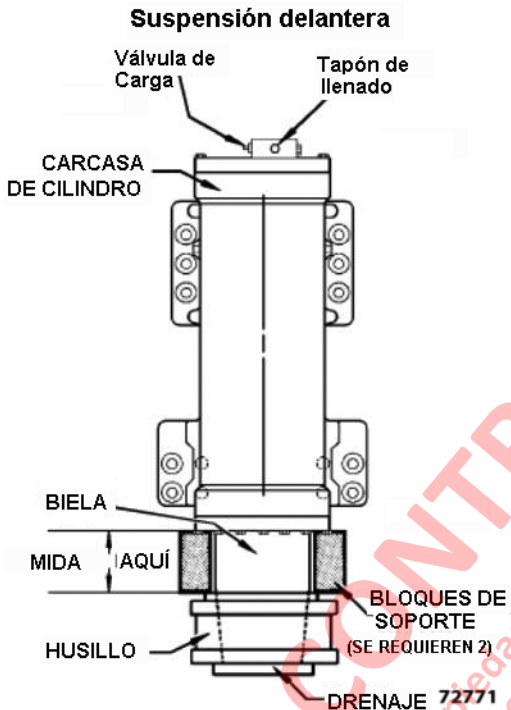

FIGURA 3-27. SUSPENSIÓN DELANTERA
- 1. Mida la altura entre la parte superior del husillo y la parte inferior del retén del rodamiento inferior (sin incluir los pernos o las arandelas), como se muestra en la Figura 3-27. Ambas medidas, derecha e izquierda, del husillo deben estar a una altura de carga aproximada de 228,6 mm (9,00 in).